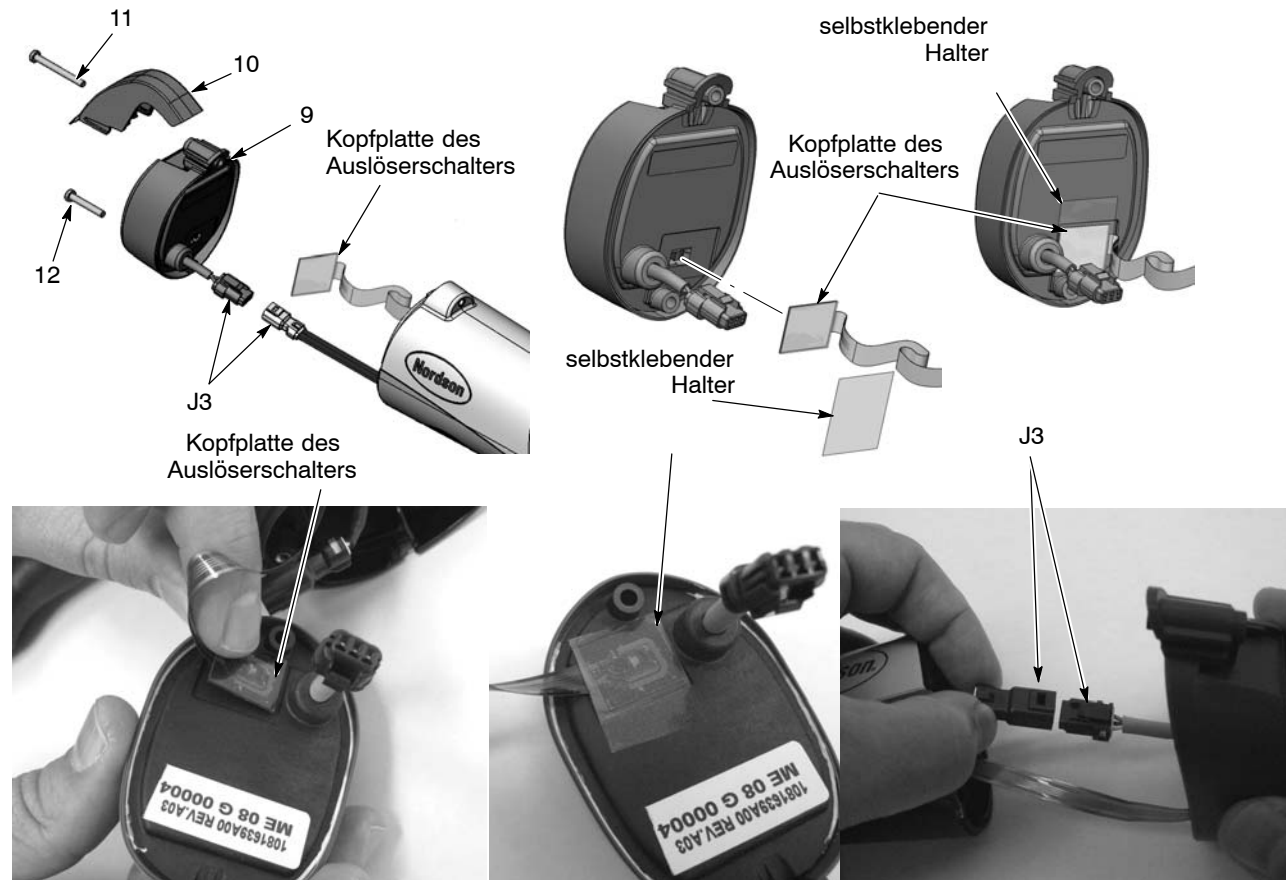

Abb. 5-1 Anzeigemodul ersetzen
1. Siehe Abbildung 5-1. Das Anzeigemodul abnehmen, wie unter *Anzeigemodul ersetzen* beschrieben.